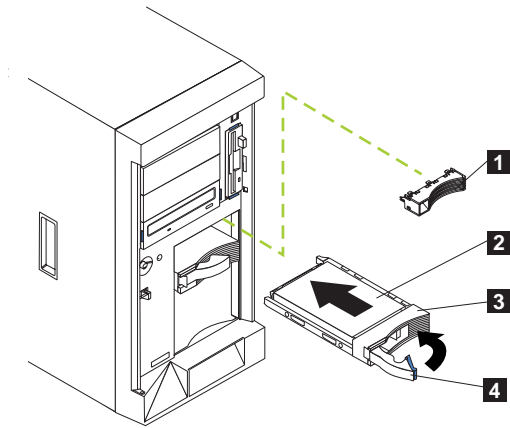
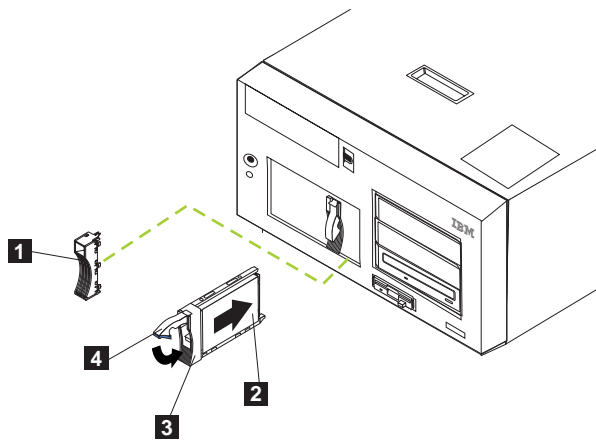

图 73. 更换热交换驱动器托架中的硬盘驱动器（型号 25T）
图 74. 更换热交换驱动器托架中的硬盘驱动器（具有机架安装转换功能的型号 25T）
5. 将替换热交换硬盘驱动器安装在热交换驱动器托架中（参见第 140 页的图 73 和第 140 页的图 74）：